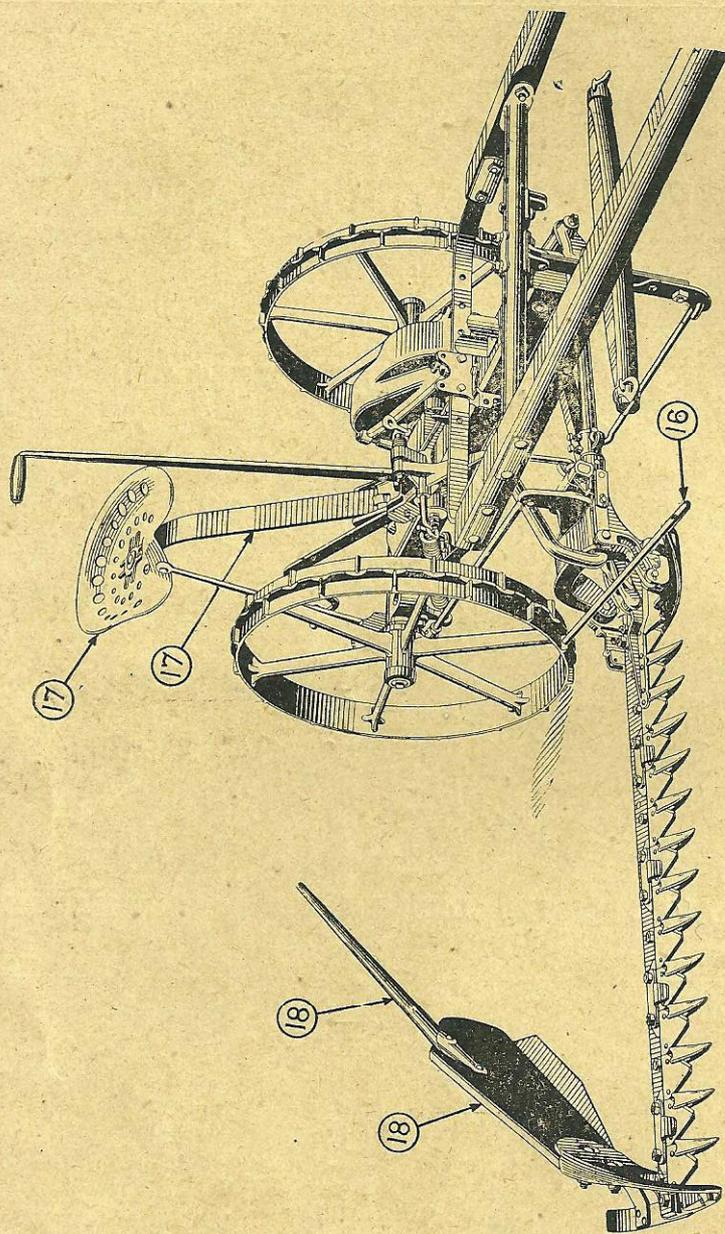

Figure 1
16. — Pendant que la barre coupeuse est en position verticale, placez la tringle d'écartage sur le sabot intérieur (voir figure 1).
17. — Boulonnez le ressort de siège au bâti et le siège au ressort de siège (voir figure 1).
18. — Boulonnez la planche à andain au sabot extérieur en plaçant le ressort et l'écras en dehors. Attachez le bâton à andain à l'intérieur de la planche à andain (voir figure 1).